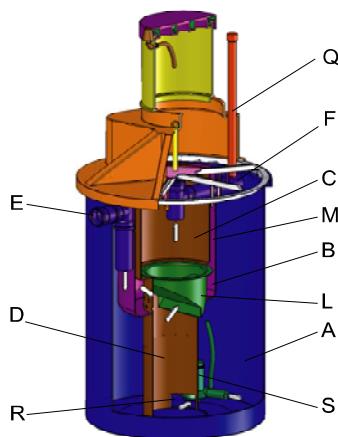

Рис. 5. Аэратор
Очищенная на 50-60% сточная вода самотеком через выходной патрубок поступает на станцию аэрации (Рис. 5).
После предварительной обработки в септике-отстойнике сточная вода через входной трубопровод E (Рис. 5) поступает в азротенк для дальнейшей очистки. В емкости «А» азротенка вода насыщается кислородом воздуха (аэрируется) при помощи погружного насоса (S).
Аэрированная смесь перетекает из емкости окисливания-нитрификации «А» (Рис. 5) в емкость «В», через первую серию отверстий (Т1), сделанных в верхней части ускорителя (М) и стекает по вертикали вниз. В нижней зоне емкости